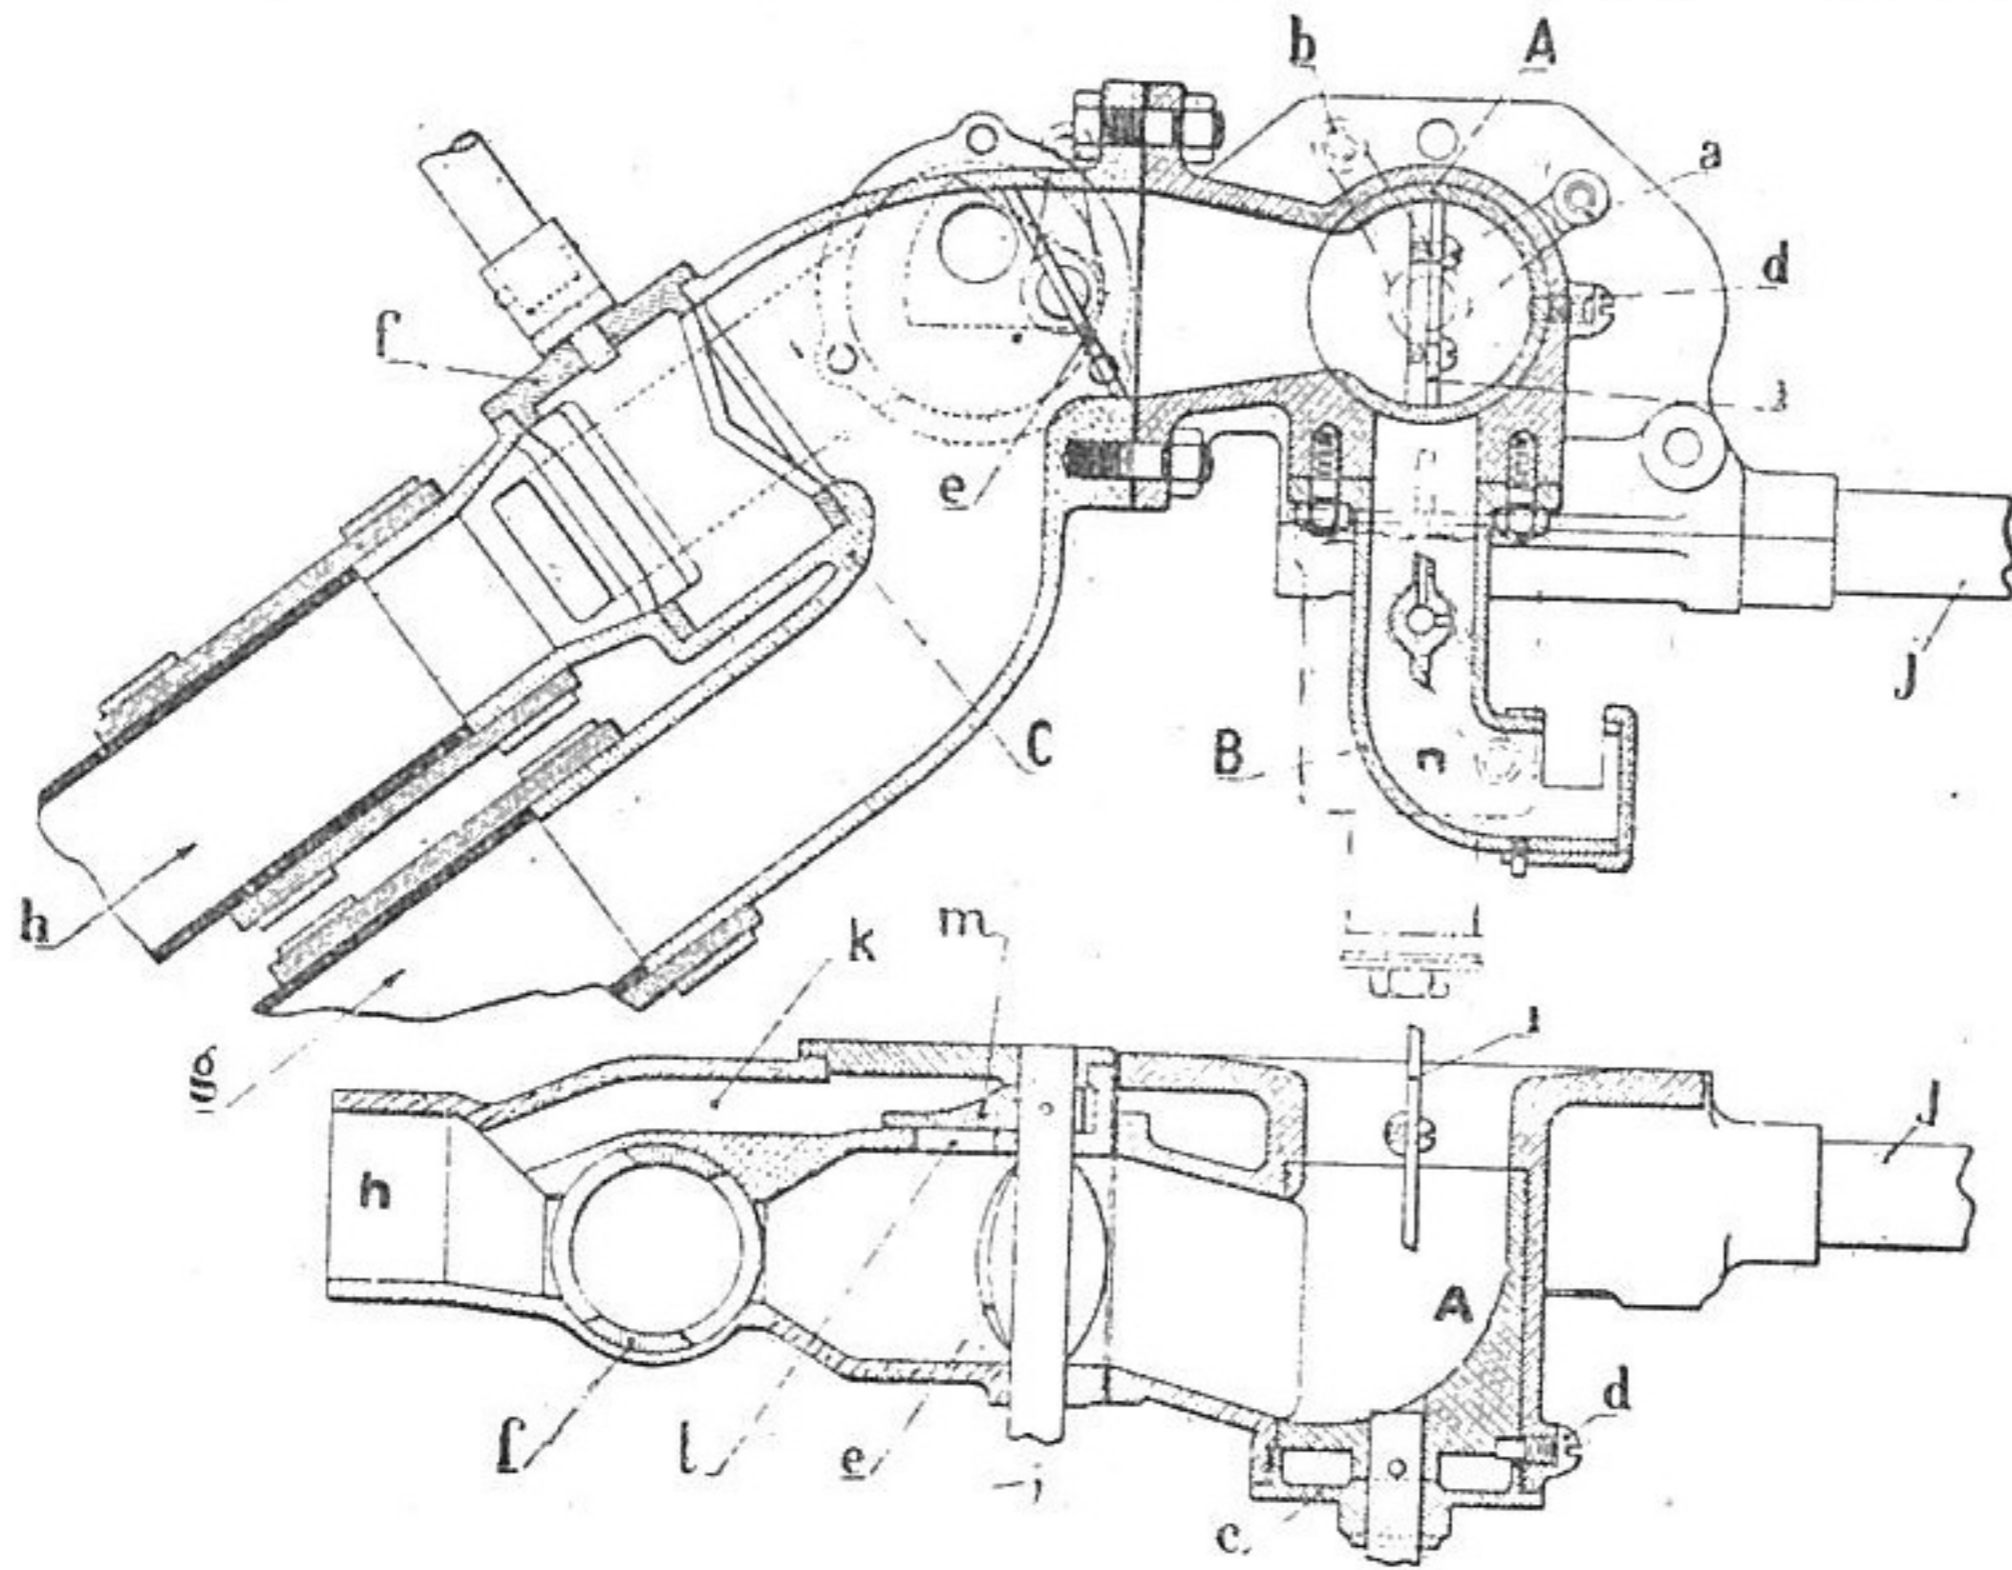

FIG. 24. — Gazogène Panhard. — Mélangeur.
81. MÉLANGEUR. — Les organes d'admission comprennent (fig. 24) :
Le conducteur a devant lui, outre les commandes habituelles d'une voiture, *deux manettes et un bouton central*. Une de ces manettes se meut devant un secteur où sont portées les indications « ess » et « gaz »; elle commande le robinet à trois voies A (fig. 24). Normalement, elle doit être poussée à fond sur « gaz »; elle est poussée à fond sur « ess » quand on démarre à l'essence, faute de quoi le démarrage serait très difficile, des rentrées d'air ayant lieu par le mélangeur. Entre ces deux positions, le boisseau permet d'aspirer un mélange contenant un peu d'essence (en côte, par exemple), seulement, il faut prendre garde de ne pas vider le réservoir d'essence, qui ne contient généralement qu'une quantité très limitée de carburant.
La deuxième manette règle la quantité d'air à mélanger au gaz : elle agit sur le boisseau *f* (fig. 24), elle se déplace sur un cadran gradué de zéro (air fermé) à 10 (air ouvert en grand); en général, le meilleur réglage correspond à la division 4 ou 5 du cadran. Si, en marche normale, on doit fermer l'air (rapprocher la manette du zéro), c'est qu'il existe, quelque part, une prise d'air intempestive qu'il faut rechercher et supprimer au plus vite.
d) Le gaz flambe en ronflant et reste allumé; il y a une rentrée d'air, le filtre de sécurité est bouché, la prise d'air secondaire (Voir fig. 24) est bouchée, une commande est détachée; vérifier aussi les bougies (écartement 0,5 mm., voir § 121, p. 133).